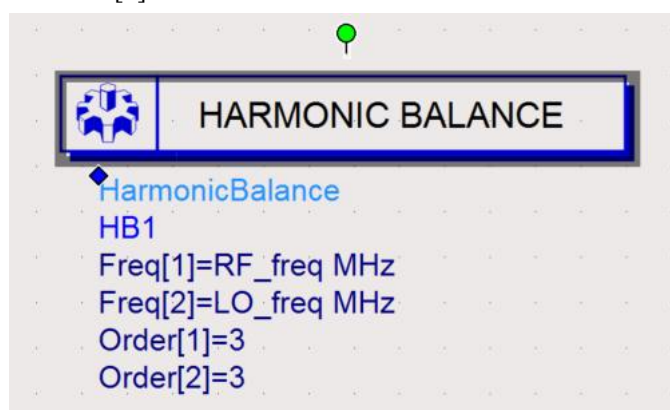
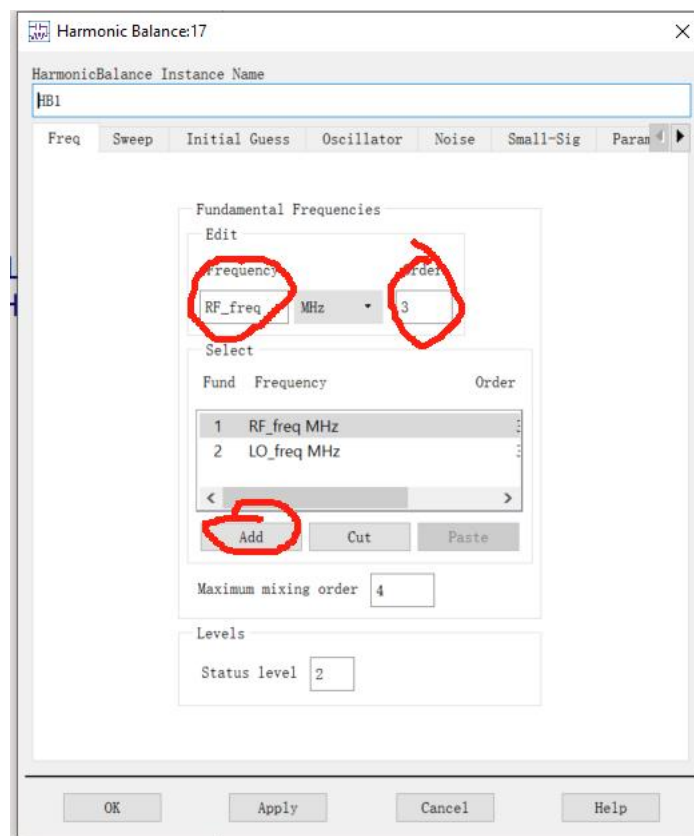

图 3.10 谐波仿真参数
图 3.11 谐波仿真参数设置界面
(9) 建立原理图后，还需要插入仿真控制器才能进行仿真。选择“Simulation-HB”元件面板，在面板中选择一个谐波平衡法仿真控制器“HB”插入到原理图中，如图 3.10，双击谐波平衡法仿真控制器，如图 3.11 所示对其仿真参数进行设置。